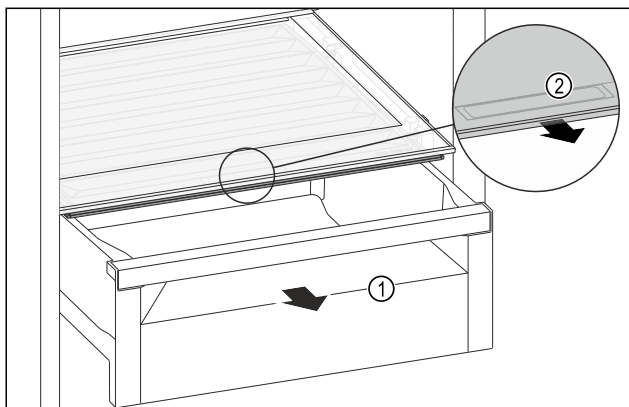

Fig. 137
- ▶ Извлеките выдвижной ящик Fig. 137 (1).
- ▶ Возьмитесь за утопленную ручку Fig. 137 (2) на крышке отделения и одновременно потяните крышку отделения вперед.